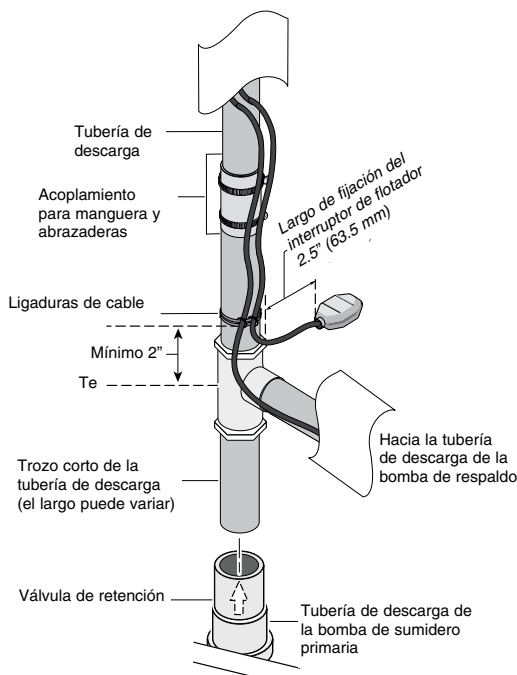

Figura 6 – Largo de fijación del interruptor de flotador y tubería de descarga de la bomba de respaldo
- Instale un trozo corto de tubería en la parte superior de la válvula de retención en la descarga de la bomba primaria. Consulte la Figura 6.
- Coloque la unidad del interruptor de flotador (Clave No. 7) flojamente en la tubería de descarga con las ligaduras de cable (Claves No. 7A & 7B). Consulte la Figura 6. Debe quedar aproximadamente 2.5" (63.5 mm) de longitud de cordón entre el flotador y la abrazadera. No apriete las ligaduras de cable. Es posible que requiera ajustes más tarde.
7. Coloque la unidad del interruptor de flotador de la bomba de respaldo (Clave No. 7) flojamente en la tubería de descarga con las ligaduras de cable (Claves No. 7A & 7B). Consulte la Figura 6 en la Página 34. Debe quedar aproximadamente 2.5" (63.5 mm) de longitud de cordón entre el flotador y la abrazadera. No apriete las ligaduras de cable. Es posible que requiera ajustes más tarde.